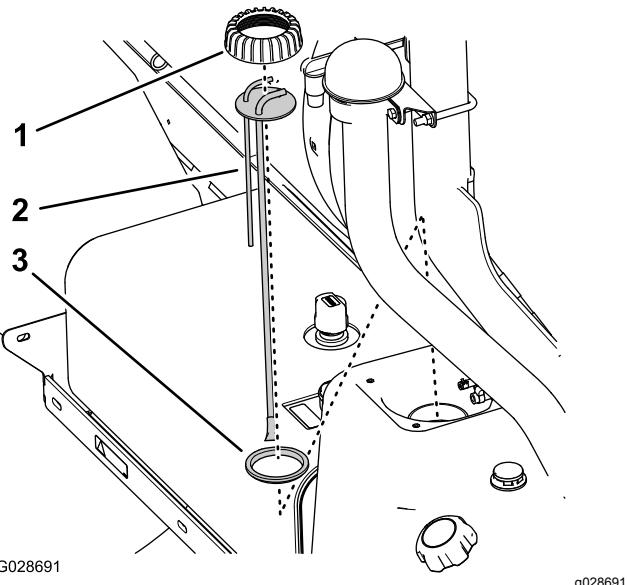

Figura 79
5. Retire el tapón del conjunto de tuberías de combustible/aforador en sentido antihorario, y retire el tapón (Figura 79).
6. Retire el conjunto de tuberías de combustible/aforador del depósito de combustible (Figura 79).
1. Coloque el tapón sobre el conjunto de tuberías de combustible y Monte el conjunto de tuberías sobre la junta (Figura 79).
2. Alinee el tapón, el conjunto de tuberías y la junta con el depósito, e inserte el nuevo conjunto de tuberías de combustible con cuidado en el depósito de combustible (Figura 79).
3. Enrosque el tapón en el cuello del depósito de combustible y apriételo a mano (Figura 79).